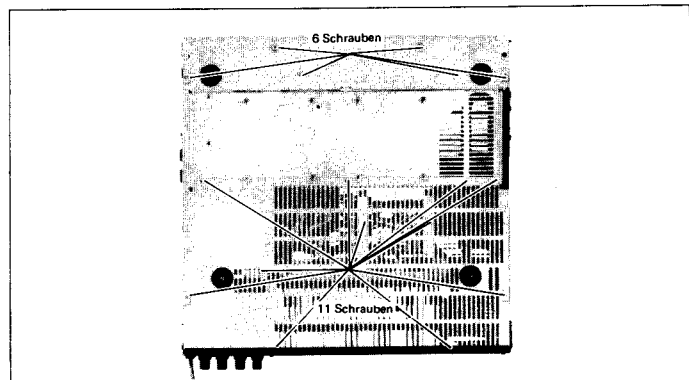

Abbildung 39-2
1. Das Gerät umdrehen, und die 17 Schrauben der Bodenplatte entfernen. Die Bodenplatte kann nun durch Abheben entfernt werden. (Siehe Abbildung 39-2)